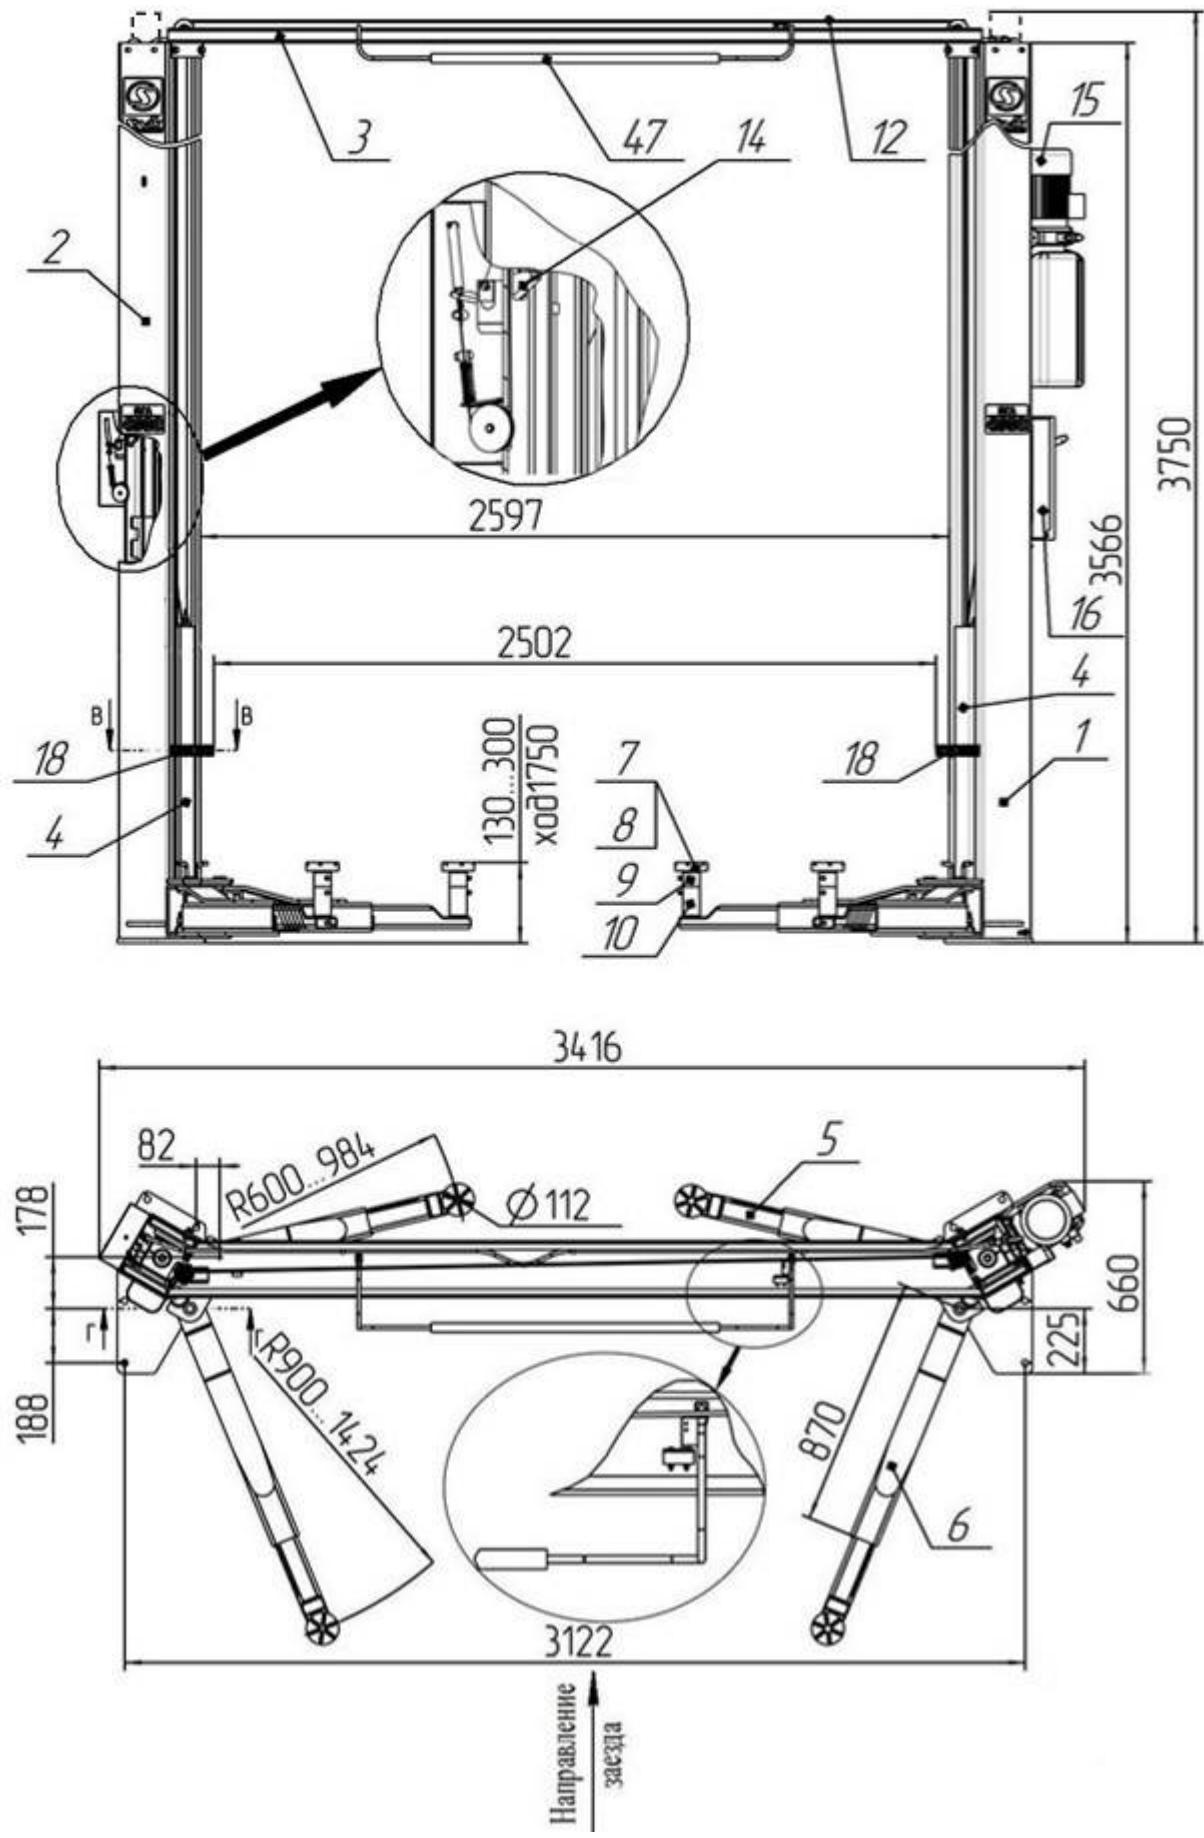

Рисунок 3.1 - Общий вид подъемника
Подъемник (рисунок 3.1) состоит из двух стоек коробчатого сечения - правой 1 и левой 2, соединенных между собой перекладиной 3. В стойках размещены каретки 4 с закрепленными на них поворотными телескопическими подхватами 5 и 6 разной длины. На концах подхватов 5, 6 установлены опоры 7, втулки резьбовые 8, втулки 9, 10, фиксируемые болтом M8x16. Подхваты фиксируются стопорными устройствами 11 (рисунок 4.1а), автоматически срабатывающими при подъеме автомобиля. При опускании кареток 4 в крайнее нижнее положение происходит автоматическое расстопорение подхватов 5 и 6. Каретки 4 приводятся в движение гидравлическими цилиндрами, установленными внутри стоек. Подъемник снабжен системой 12 тросовой синхронизации движения кареток 4.
Каждая каретка 4 (рисунок 4.1б) снабжена полиамидными ползунами 13, скользящими по беговым дорожкам стоек 1 и 2. Каретки фиксируются на требуемой высоте стопорами-защелками 14 (рисунок 3.1), закрепленными на стойках 1,2 и входящими в зацепление с решетками на каретках 4.
- касании автомобилем ограничительной дуги 47 перекладины 3 (рисунок 3.1);
Для предотвращения повреждения дверей автомобиля (при открывании) на каретки 4 установлены накладки 18, фиксируемые винтами M8x30, шайбами 8Г и шайбами 8 (рисунок 3.1 и рисунок 4.1а).